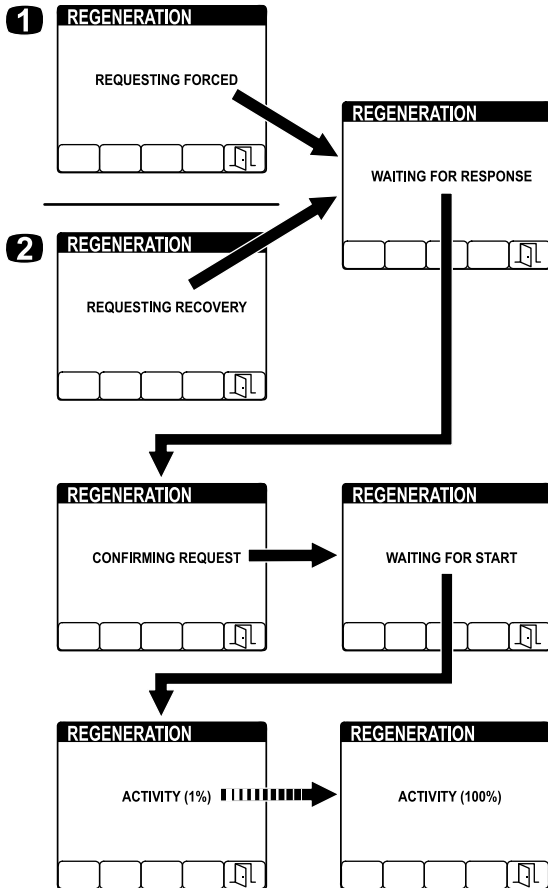

Figure 69
4. L'InfoCenter affiche une série d'écrans (Figure 69) pendant la régénération :